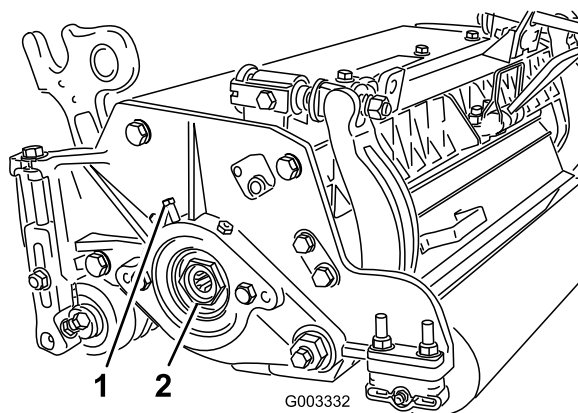

図 25
- A. カッティングユニットの左側にあるベアリング・ハウジングにベアリング調整ナットを固定している固定ネジをゆるめる(図25)。